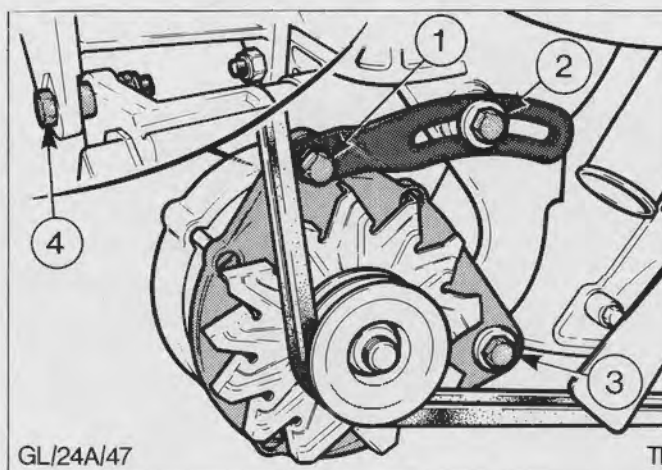

Fig.38. Tilspændingsrækkefølge for generatorbolte
11. Monter og spænd drivremmene som beskrevet i rep. 24 205. Se Fig.38.